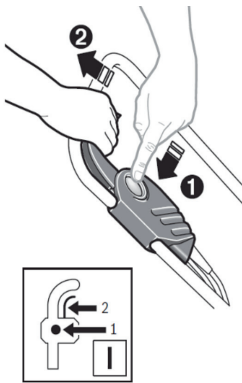

Рис. 2
2. Нажмите и удерживайте предохранительную кнопку (1).
3. Продолжая удерживать предохранительную кнопку, прижмите рычаг запуска двигателя к ручке (2). Двигатель заработает и нож начнёт вращение (Рис. 2)